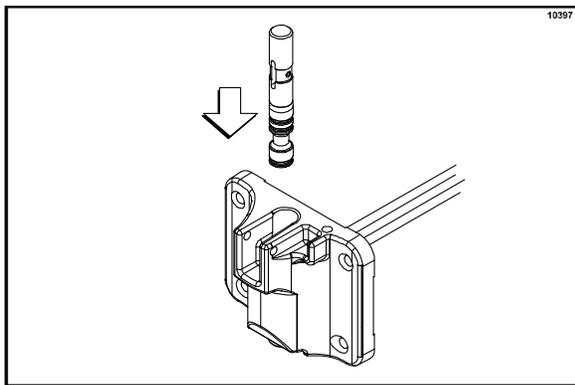

Figura 137
12. Introduzca la válvula de extracción por la parte superior, con la ranura de la palanca de extracción hacia el frente. (Vea la figura 137).